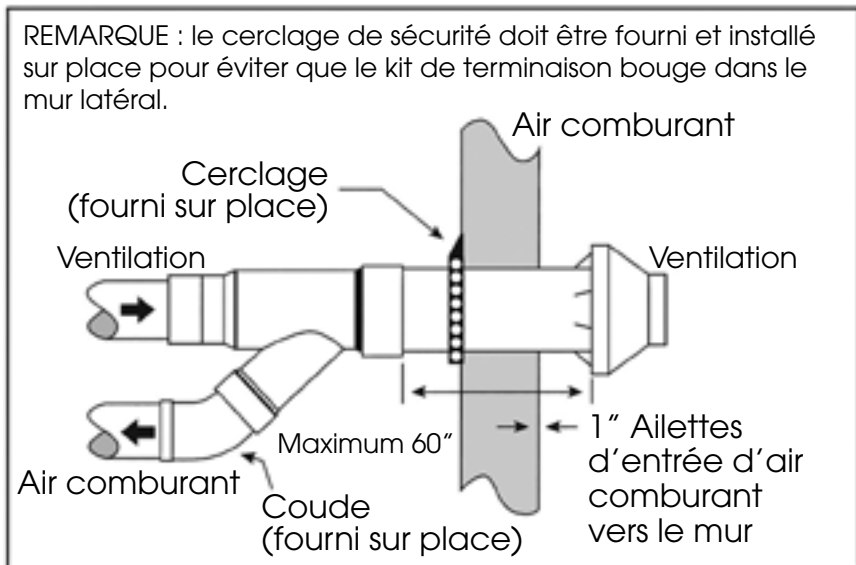

Figure 7: Détails de la terminaison murale latérale
9. Fixez à la structure (figure 7) en utilisant un cerclage en acier ou un support équivalent (non inclus).
10. Collez les tuyaux d'air comburant et de ventilation de la chaudière au système de ventilation concentrique. Référez-vous à la figure 7 pour la fixation correcte du tuyau.